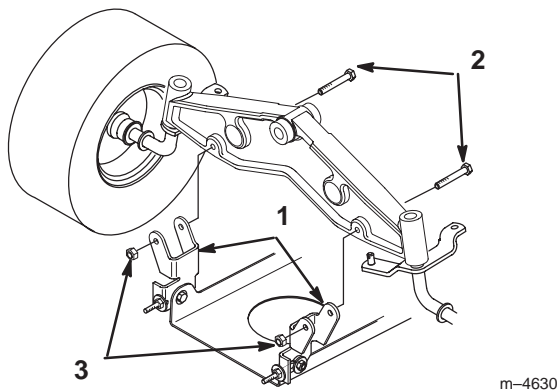

Figure 41
5. Fixez les supports de pivots du plateau de coupe à l'essieu avant à l'aide des boulons et des contre-écrous (Fig. 41).